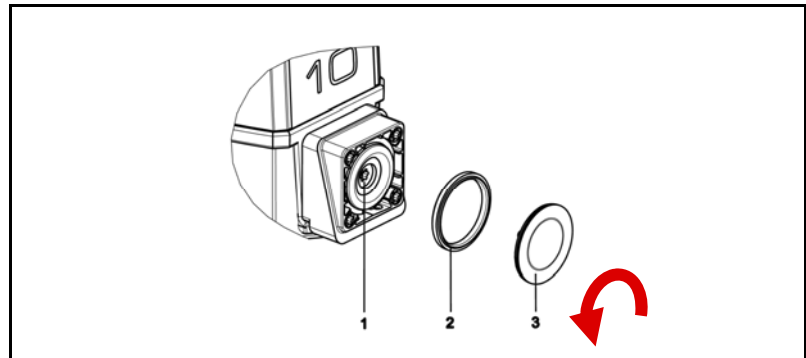

Fig. 56: Cambio de la membrana de trasiego
3. Elevar la membrana de trasiego (3) por sus bordes laterales opuestos, sujetarla y desenroscarla en sentido contrario a las agujas del reloj (véase la flecha en la Fig. 56)